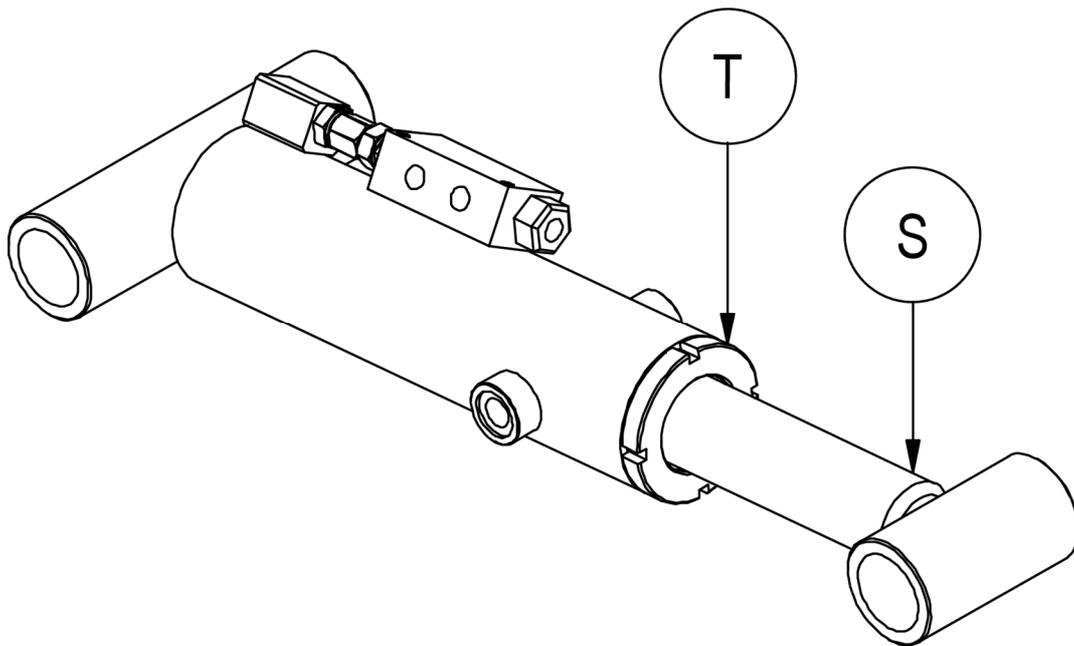

Figure 20
7. Prendre comme référence la *Figure 20*.